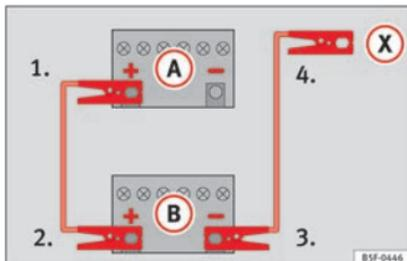

Abb. 164 Anschlussschema für Fahrzeuge ohne Start-Stopp-System.
mit der entladenen Fahrzeugbatterie (A) an » » Abb. 164.
3. Klemmen Sie das andere Ende des roten Starthilfekabels an den Pluspol (+) des stromgebenden Fahrzeugs (B) an.
4. **Bei Fahrzeugen ohne Start-Stopp-System:** ein Ende des schwarzen Starthilfekabels an den Massepunkt (-) des Strom gebenden Fahrzeugs (B) » » Abb. 164 anklammern.